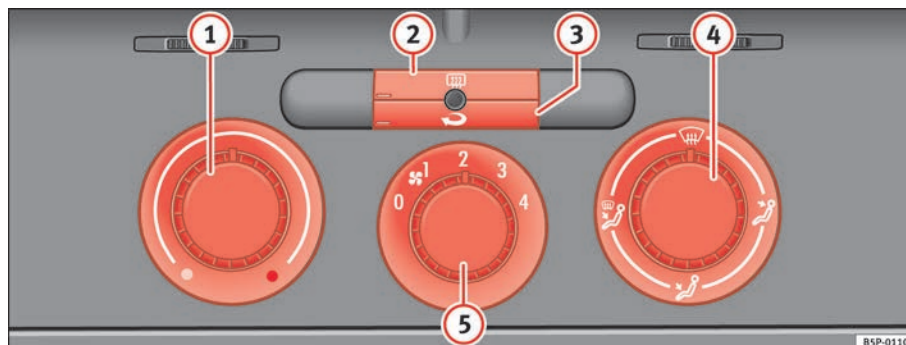

Fig. 128 Mandos de la calefacción en el tablero de instrumentos
- Con los reguladores ⇒ fig. 128 ① y ④ y con el mando ⑤ se regula la temperatura, la distribución del aire y la velocidad de la turbina.
- Pulse la tecla ② o ③ para activar o desactivar la función correspondiente. Cuando la función está activa, la ventana situada en la esquina inferior izquierda de la tecla se ilumina.